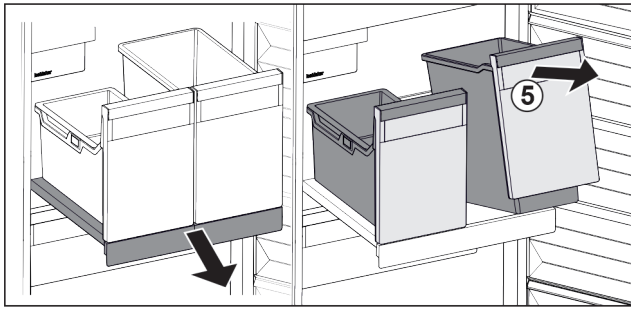

Fig. 41
- ▶ Bak Fig. 41 (5) aan voorzijde optillen.